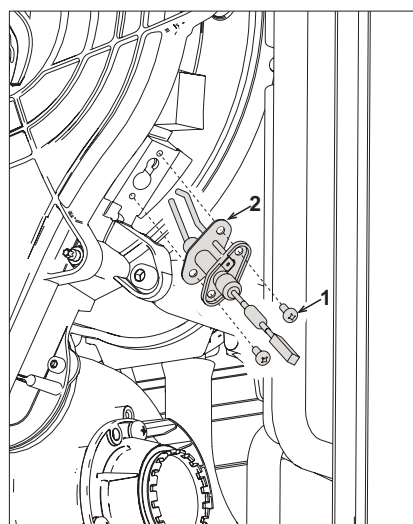

fig. 226 -
- Per effettuare la pulizia dello scambiatore si ritiene utile togliere l'elettrodo (vedi fig. 226)